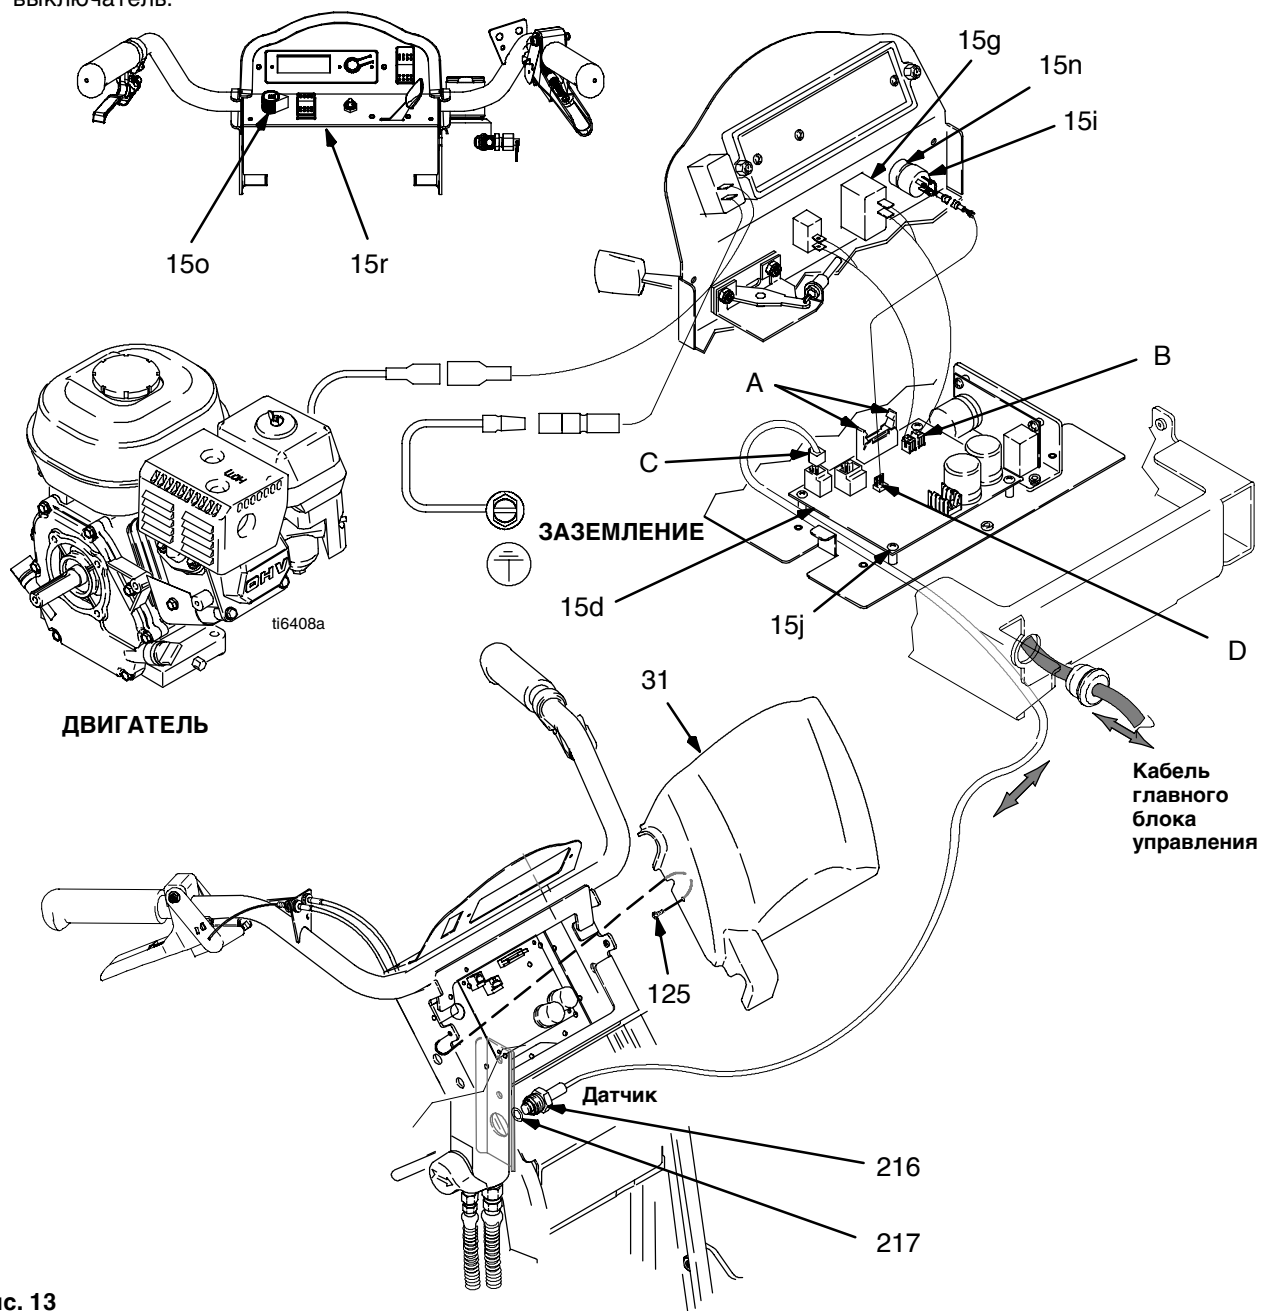

Рис. 13
2. См. Рис. 13. Отверните два винта (125) и крышку (31).
2. См. Рис. 13. Отверните два винта (125) и снимите крышку (31). Разведите защелки разъема дисплея на плате ПК и отсоедините разъем дисплея.
3. См. Рис. 13 и 21. Зарисуйте на бумаге расположение кабельных соединений, подходящих к пульту управления. Отсоедините кабели от пульта управления (15d).
4. См. Рис. 13. Выкрутите четыре винта (15j) из пульта управления (15d).
1. См. Рис. 13. Установите пульт управления (15d) с помощью четырех винтов (15j).
2. См. Рис. 13 и 21. Смотрите зарисовку по расположению кабельных соединений, подходящих к пульту управления. Подсоедините кабели к пульту управления (15d).
3. См. Рис. 13. Подсоедините разъем дисплея к плате ПК, закройте защелки разъема дисплея на плате ПК. Установите крышку с дисплеем (31) и закрепите ее двумя винтами (125).
2. Рис. 13. Выкрутите два винта (125) и снимите крышку (31).
3. Отсоедините кабель датчика (C) от пульта управления (15d).
4. Извлеките датчик регулятора давления (216) и уплотнительное кольцо (217) из корпуса фильтра (40).
1. См. Рис. 13. Установите уплотнительное кольцо (217) и датчик регулятора давления (216) в корпус фильтра (40). Затяните с усилием в 47–61 Нм.
2. Подсоедините кабель датчика (C) к пульту управления (15d).
3. Установите крышку (31) при помощи двух винтов (125).
3. Отсоедините провод (D) от пульта управления (15d).
2. См. Рис. 13. Установите потенциометр регулятора давления (15i), гайку вала, стопорную шайбу и ручку потенциометра (15o).
3. Подсоедините кабель (D) к пульту управления (15d).
4. Установите крышку (31) при помощи двух винтов (125).